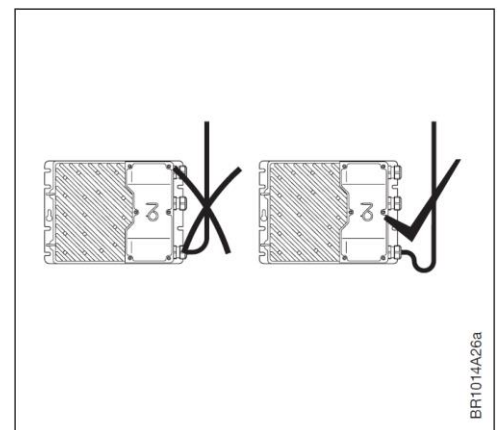

Abb. 3-3: Kabeldragning
- För att förhindra att vatten tränger in i NI-DV via kablar och förskruvningar ska kabeldragningen utföras på ett sådant sätt att inget vatten kan samlas runt kablarna i förskruvningarnas packningar (se fig. 3-3).